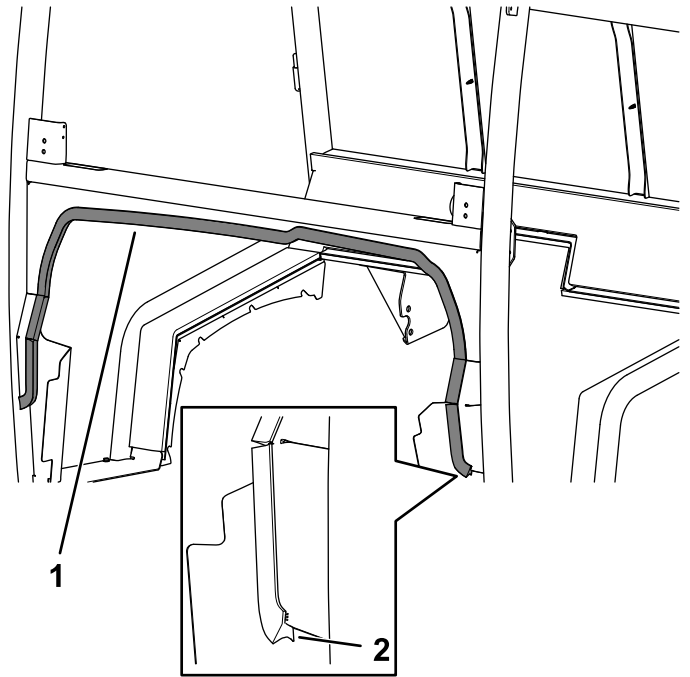

Bild 30
4. Bringen Sie die untere Armaturenbrettdichtung an der Kabine an (Bild 30).
Stellen Sie sicher, dass Sie die Dichtung mit der längeren Lippen vorne befestigen (Bild 30).